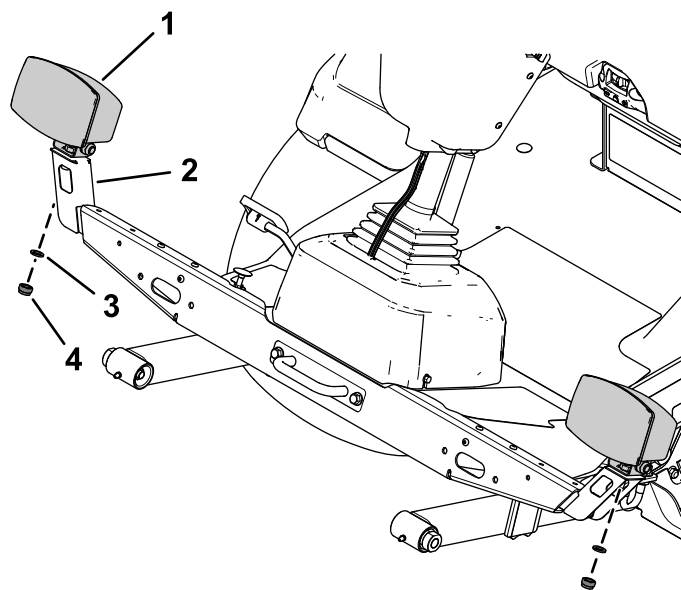

Figura 14
4. Fissate il gruppo del faro sinistro e di quello destro sul supporto del faro sinistro e di quello destro con la rondella di bloccaggio e il dado esagonale dei gruppi faro (Figura 14).